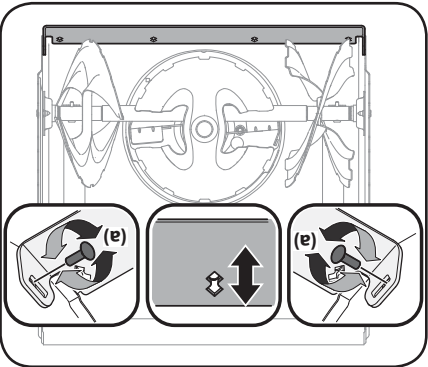

Figure 4-3
NOTE : La lame de raclage installée sur certains modèles (représenté sur la Figure 4-3) ont un bord d'usure qui peut être ajustée vers le devant pour prolonger sa durée de vie. Lorsque la lame de raclage s'use, elle peut être déplacé dans une deuxième position.
3. Déserez les boulons arrière des patins et écrous hex qui fixent la lame de raclage au boîtier de la tarière. Voir Figure 4-3.